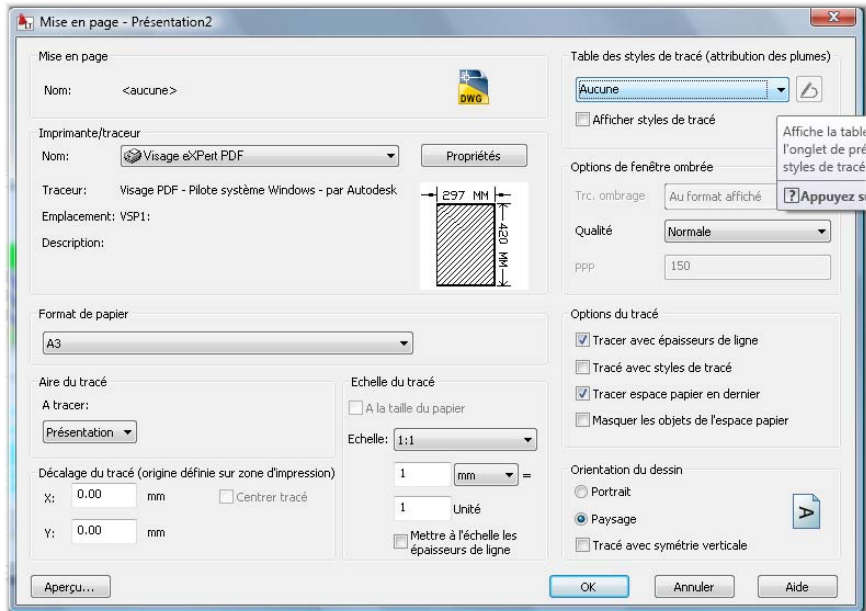

Figure 6.44
3. La boîte de dialogue Mise en page de la Présentation 2 apparaît (voir Figure 6.44). Nous retrouvons les paramètres déjà enregistrés tels que le choix du traceur ou le format du papier. Par contre, la table des styles de tracé est encore vierge.